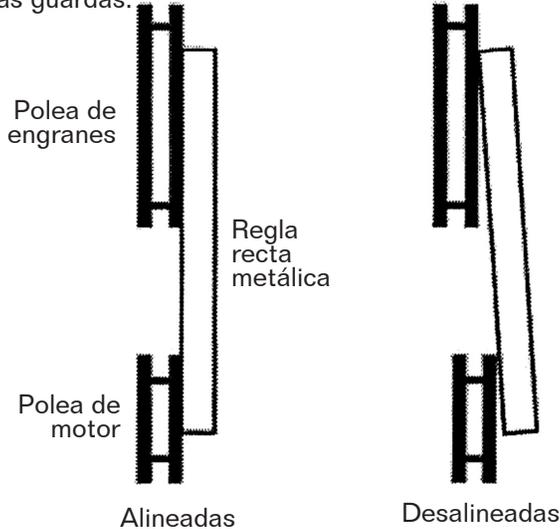

Figura 13
2. Si la regla recta no descansa en las dos caras de las poleas, como se muestra en la Figura 13, abra el panel trasero y afloje las cuatro tuercas hexagonales de la placa del motor con una llave de 12 mm.